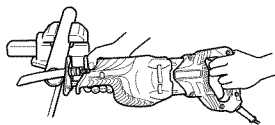

Fig. 20
- (1) Fixer solidement la pièce avant de procéder. (Fig. 20)